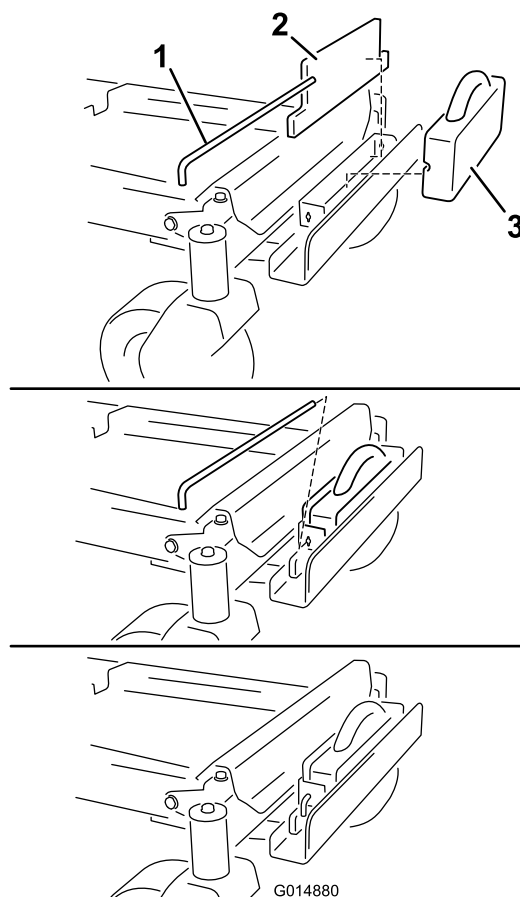

Figura 9
8. Instale un peso plano en el soporte de peso y muévelo hacia atrás contra el borde de la bandeja (Figura 9).
9. Instale un peso de maletín delante del peso plano (Figura 9).
10. Sujete los pesos al soporte de peso con una varilla de traba (Figura 9). Instale la varilla y gírela 90 grados hacia abajo para bloquearla en su sitio.